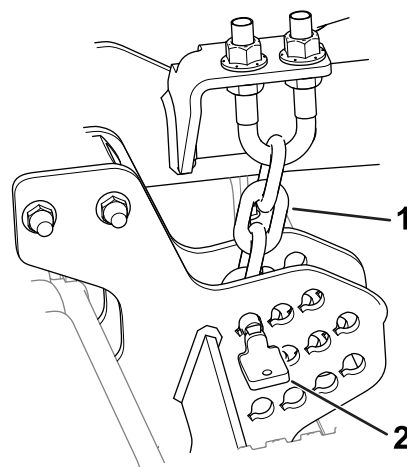

Figura 10
1. Togliete i perni che fissano le catene dell'altezza di taglio alla parte posteriore dell'apparato di taglio (Figura 10).
deve pendere dritta verso il basso (Figura 10); non deve essere attorcigliata.